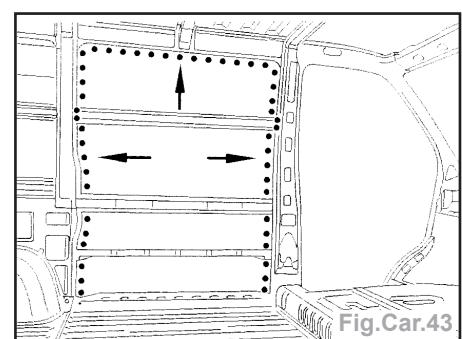

Fig.Car.43
- Souder par points bouchon MAG les éléments (Fig.Car.43) :